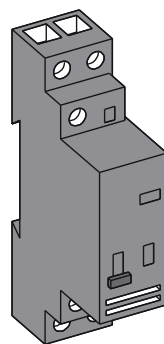

fig. 16.11
■ Le **télerupteur** (fig. 16.11) : dispositif permettant de commander l'allumage et l'extinction d'un point lumineux depuis plusieurs endroits différents, à partir de boutons poussoirs.